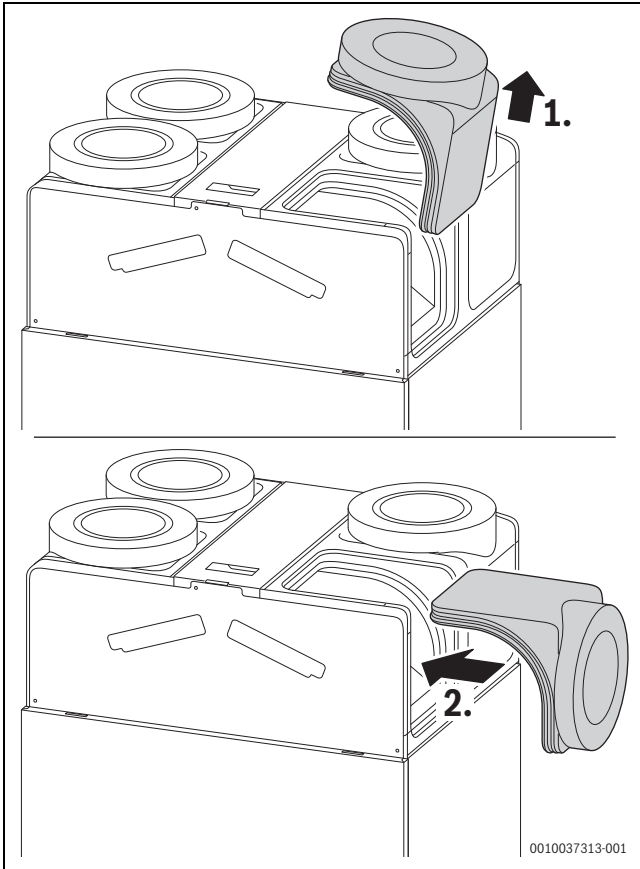

Bild 18 Stutzen herausziehen und wieder einsetzen
- ▶ Zurück in Position drücken (→ Bild 18, Schritt 2). Dabei darauf achten, dass sich die Dichtschnur in den Anschlussstutzen nicht aus der Nut herausschiebt.